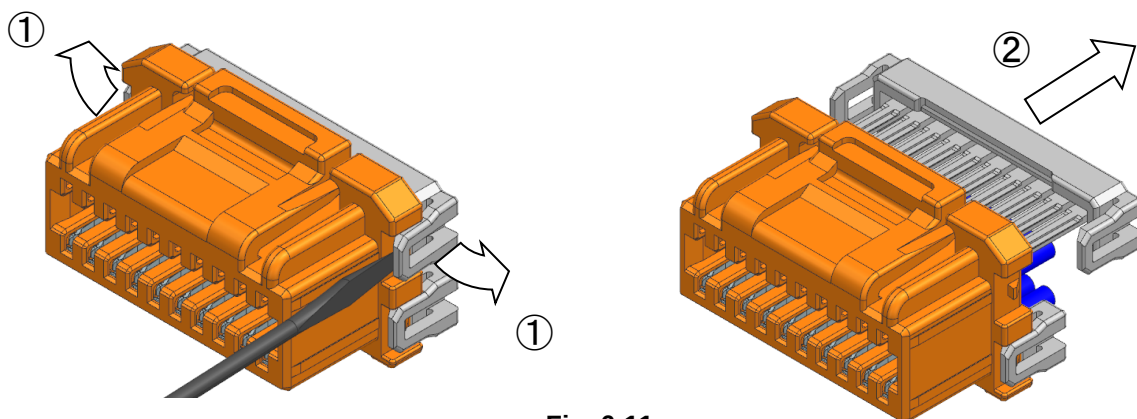

Fig. 6-11
一度挿入したリテーナーを取り外す時は①マイナスドライバー等を使ってリテーナーの両端ロック部を持ち上げ、②リテーナーを引き抜いてください。ただし、ロック部を大きく持ち上げると塑性変形します。変形したロック部は端子保持力が低下し、仕様の強度を満たさない可能性がございます。そのため、**リテーナーを取り外した際には、再利用せずに新しいリテーナーを御使用ください。**(Fig. 6-11)